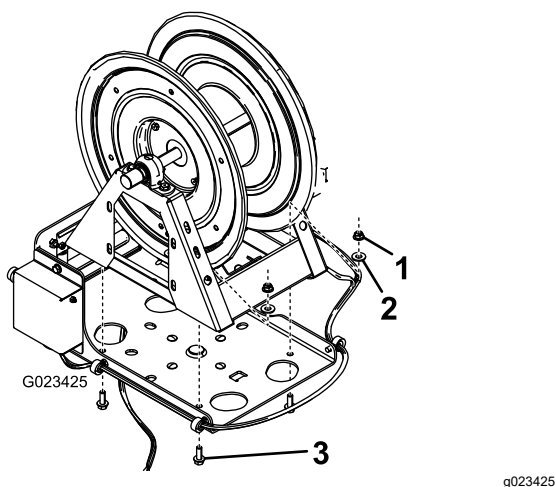

Figure 7
- Fixez le dévidoir à la plaque pivotante au moyen de 4 boulons courts ( $\frac{3}{8}$ " ), 4 petites rondelles et 4 écrous à embase ( $\frac{3}{8}$ " ), comme montré à la Figure 7.